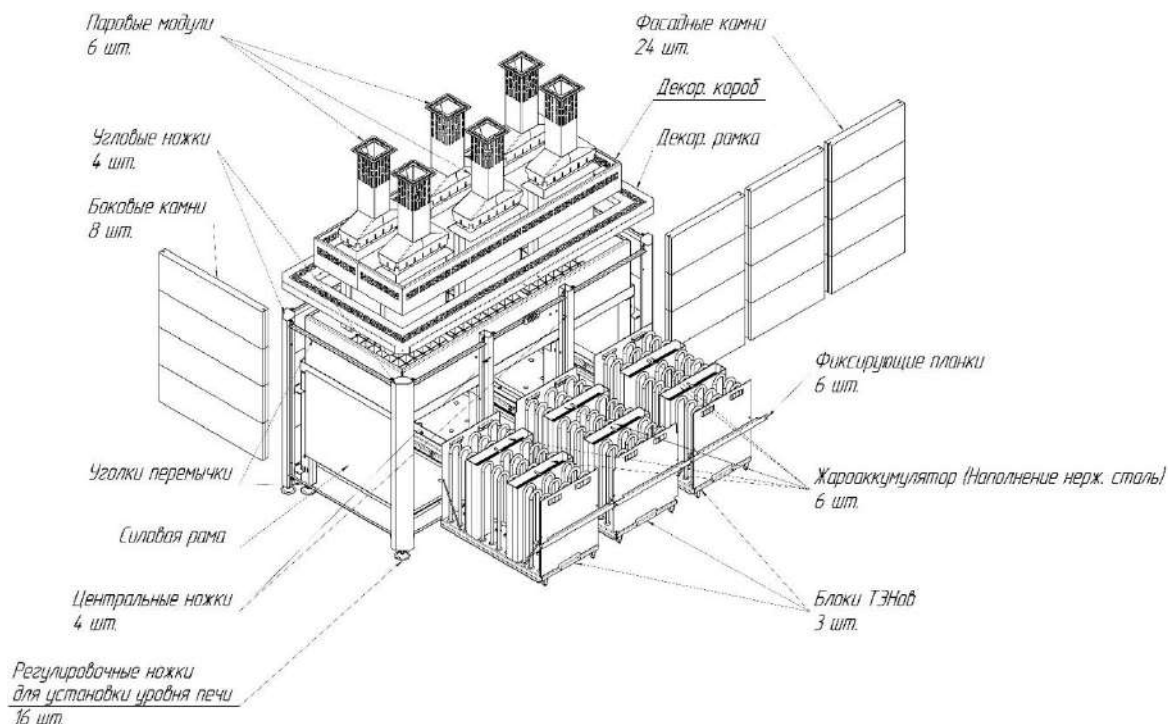

Рисунок 1. Сборка ЭНУ Премьера Профи в каменной облицовке.
1. Установить силовую раму печи на ровное основание (рис. 1), положить в нее решетку для камней.